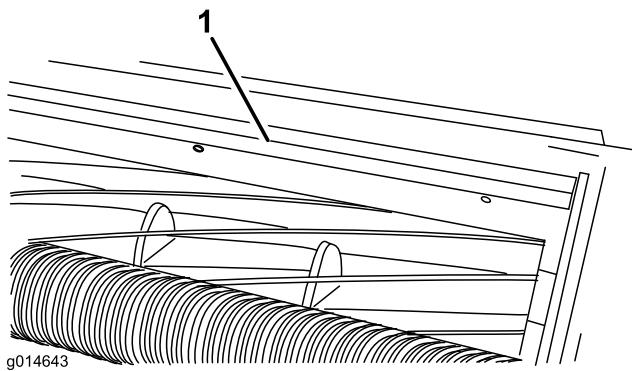

図 11
1. バー図 11をカッティングユニットに固定しているネジをゆるめる。